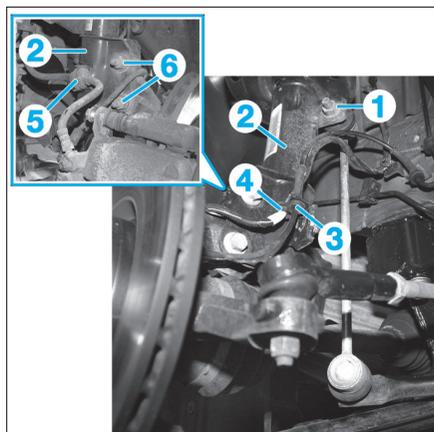

Fig. 2
- l'écrou (1) afin de désolidariser la biellette de barre stabilisatrice de l'élément de suspension (2) (Fig.2).
- le faisceau (3) du capteur ABS,
- le faisceau (4) de l'indicateur d'usure des plaquettes de freins,
- le tuyau de liquide de frein (5).
- les écrous de fixations inférieures (6) de l'élément de suspension (2) sur le pivot,